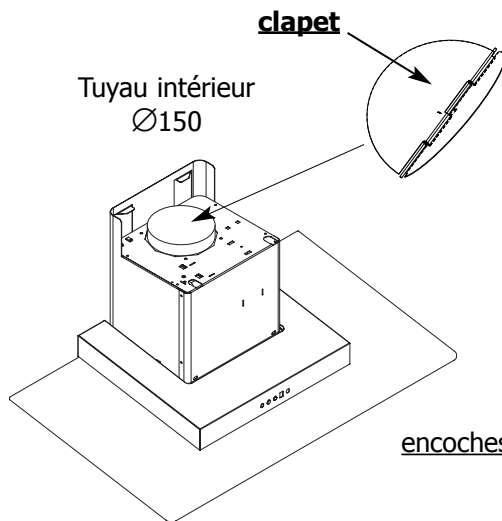

fig. 2
- Emboîtez les clapets **anti-retours** (fig.2) dans le tuyau de sortie de la hotte. Retirez le ruban adhésif de maintien des clapets.
- Il n'est pas nécessaire d'installer les clapets anti-retours (fig.2) page 7.